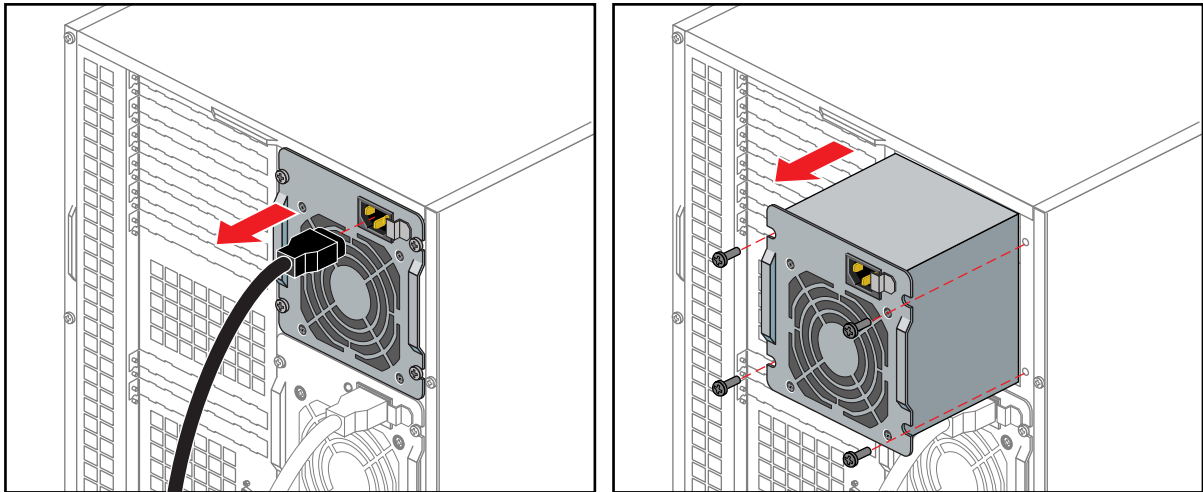

Figure 5-4 Enlèvement d'une alimentation électrique
3. Tenez l'alimentation par ses bords verticaux arrondis pour la sortir de la baie en la faisant glisser (voir Figure 5-4 en exemple).